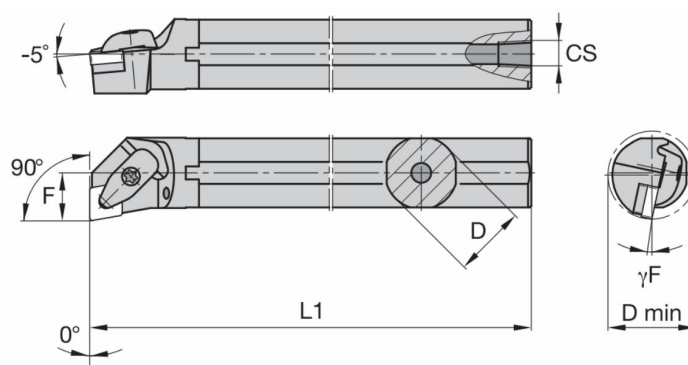
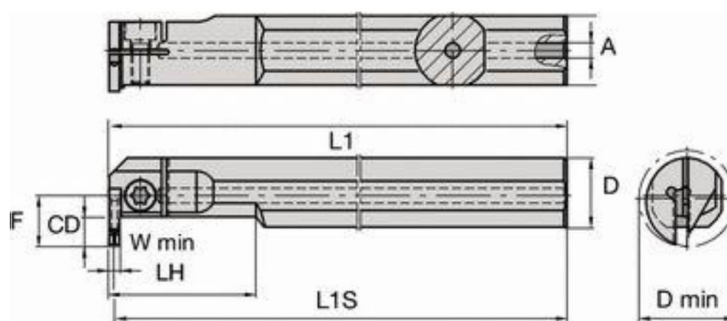
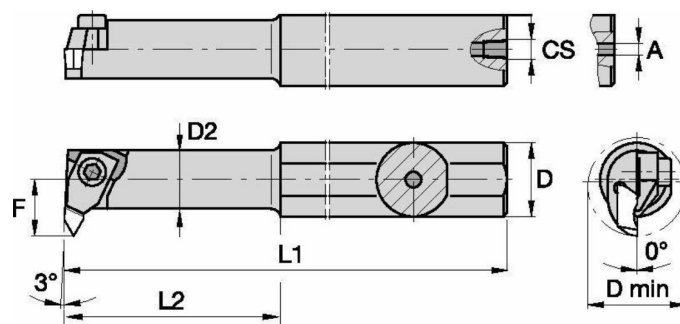

Рисунок 7. Токарный проходной резец (для внутренней обработки)
Рисунок 8. Токарный канавочный резец (для внутренней обработки)
Рисунок 9. Токарный резьбонарезной резец (для внутренней обработки)
2. Токарные резцы внутренней обработки. Державка имеет круглую форму, характеризующуюся диаметром D (см. рис. 7–9).
К резцам с таким типом державки относятся токарные проходные резцы (рис. 7), канавные (рис. 8), а также резьбонарезные резцы (рис. 9) для внутренней обработки. В случае применения резцов для обработки внутренних поверхностей и осевого инструмента, а также при установке резцов с прямоугольной державкой вдоль оси Z необходимо применение вспомогательного инструмента (рис. 10). В случаях, когда необходимо установить резец с диаметром державки меньшим, чем отверстие во вспомогательном инструменте применяют промежуточные втулки (см. рис. 11).